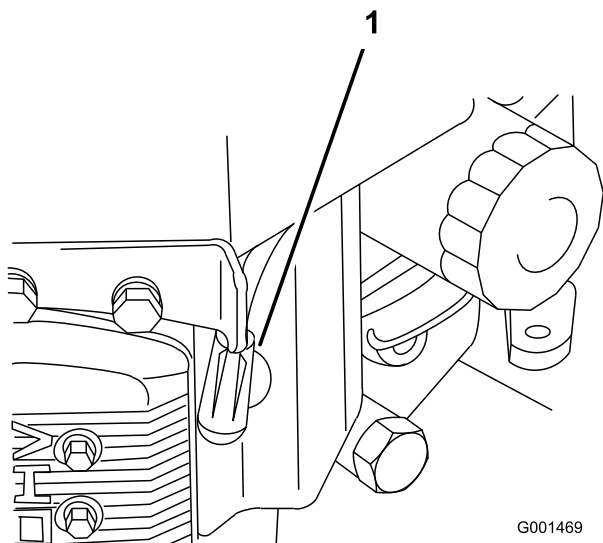

Figure 31
3. Débranchez les bougies (Figure 31).